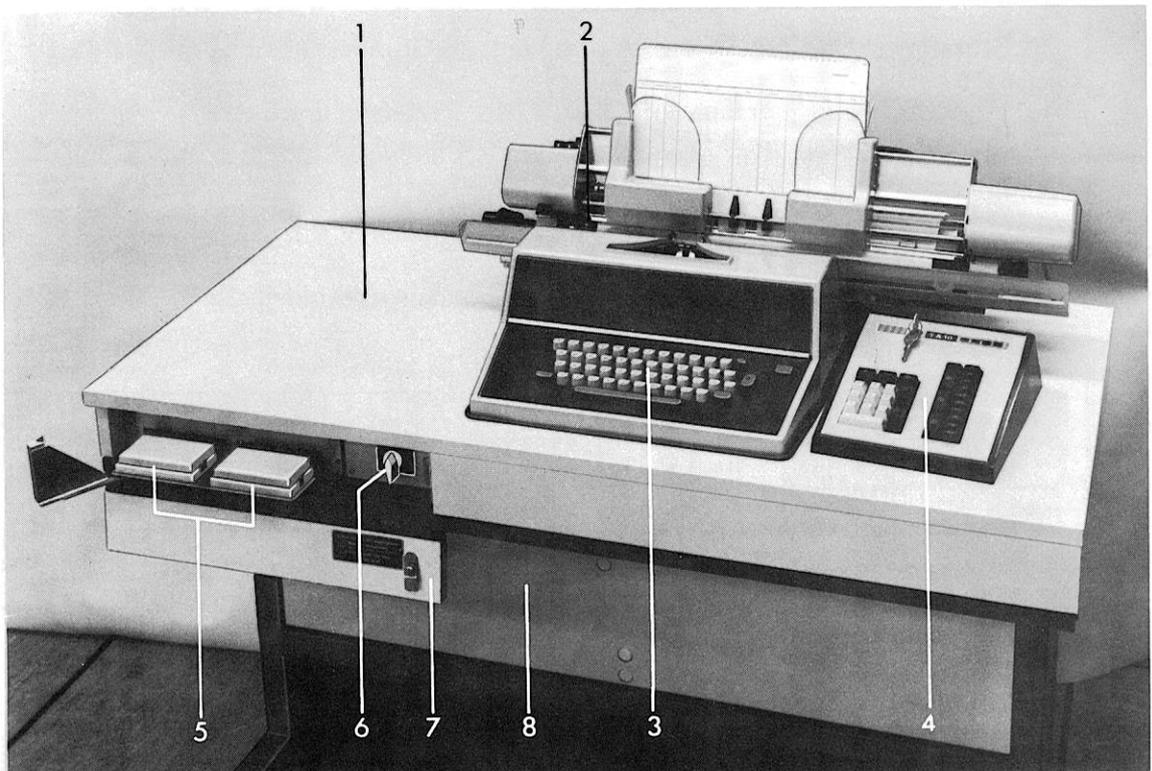

Abb. 1 TA 10/4 mit KAN 1
Grundausrüstung, siehe hierzu Abb. 1
Hinter der Maschinentischblende befindet sich der Hauptschalter (6) Abb. 1.